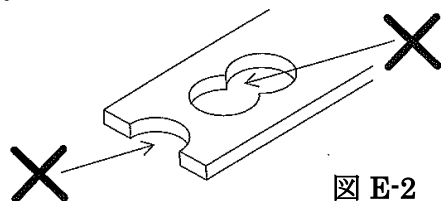

図 E-2
- 2) 材料の端を半円状にしたり、穴と穴をつないでの穴あけはしないで下さい。無理な力が掛かり、本体や替刃の損傷、及びけがの原因になる場合があります。(図 E-2 参照)